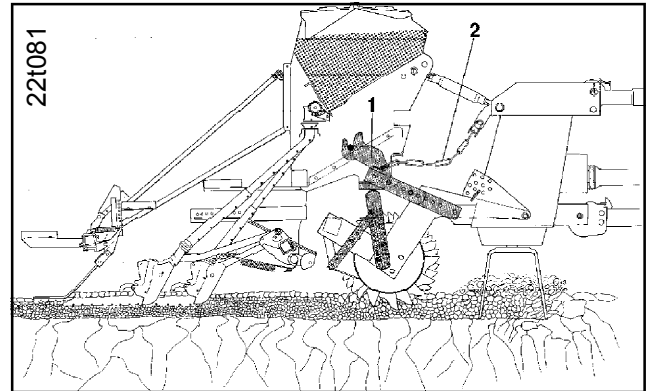

Fig. 1.18
Para productos de otros fabricantes se debió por lo tanto desarrollar un sistema de acoplamiento que cumpla con las exigencias de seguro contra piedras y además conduce el peso de la sembradora montada hacia el firme bastidor del apero de laboreo del suelo durante el transporte. Por eso el sistema de acoplamiento para productos de otros fabricantes consiste principalmente en un bastidor de acoplamiento (Fig. 1.18/1) fijado a los puntos de acoplamiento inferiores del apero de laboreo del suelo. El bastidor de acoplamiento está unido al punto de acoplamiento superior del apero de laboreo del suelo mediante cadenas (Fig.
1.18/2). En posición de trabajo (Fig. 1.18) las cadenas cuelgan ligeramente. De tal manera que el peso de la sembradora montada descansa en el rodillo compactador. Al salvar un obstáculo el apero de laboreo del suelo puede sin esfuerzo desviarse hacia arriba hasta que las cadenas estén tensas.